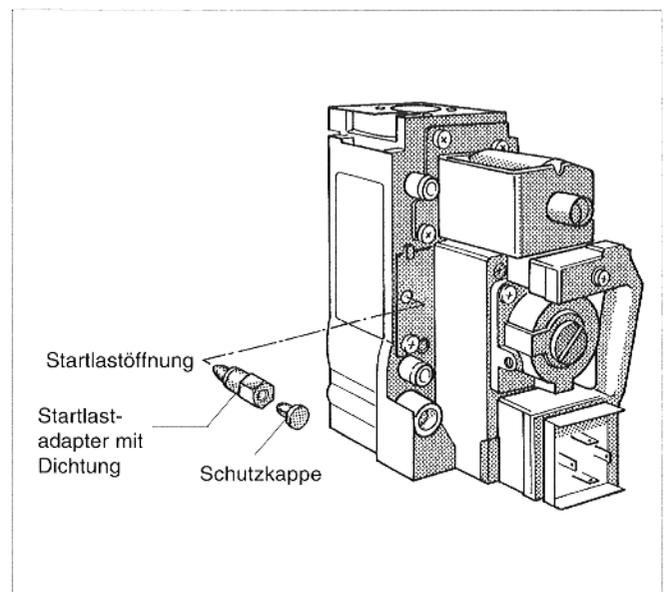

Abb. 4: Startlast einstellen bei Flüssiggas
- Schutzkappe über der Startlastöffnung der neuen Armatur entfernen und Startlastadapter (Kennzeichnung: 230) einschrauben (Abb. 4).